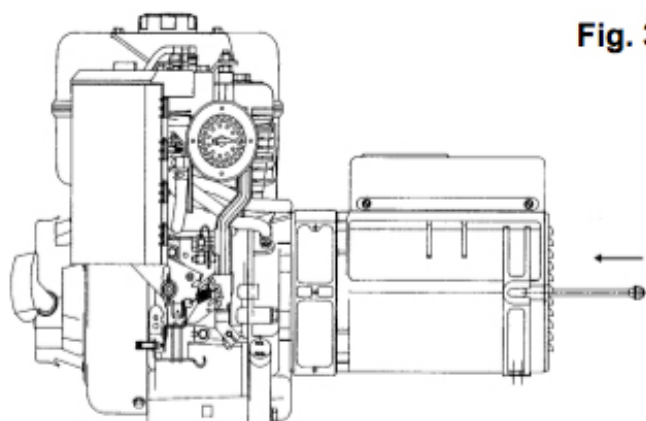

Fig. 3
-) inserire il tirante centrale nella sua sede (fig.3).
-) Insert the central bolt into its housing (fig. 3).
-) Enfiler le tirant central dans son logement (fig. 3).
-) Die mittlere Zugstange in ihrem Sitz einstecken (Abb. 3).
-) Introducir el tirante central en su lugar (fig. 3).